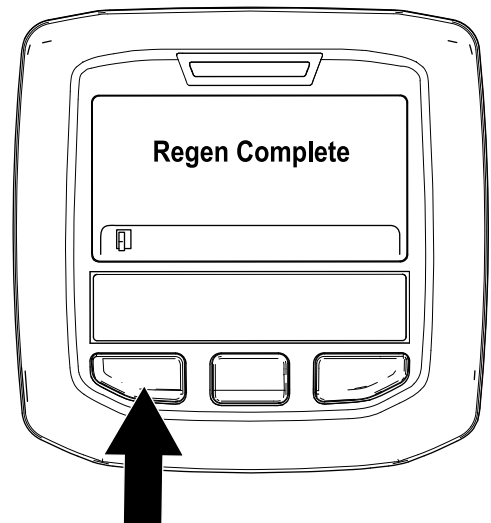

Figura 50
9. La regeneración con la máquina aparcada ha finalizado cuando se muestra el mensaje “Regen Complete” (Regeneración completada) en el InfoCenter. Pulse el botón de la izquierda para salir a la pantalla de inicio (Figura 50).